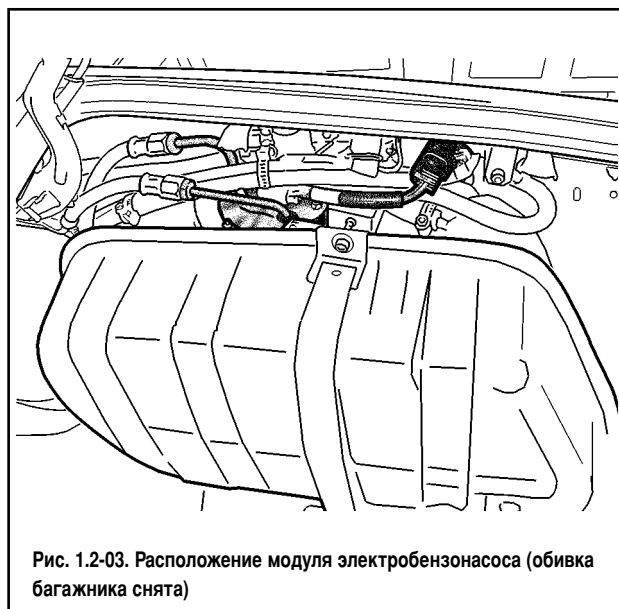

Рис. 1.2-03. Расположение модуля электробензонасоса (обивка багажника снята)
2. Отсоединить провода от электробензонасоса (см. рис. 1.2-03).